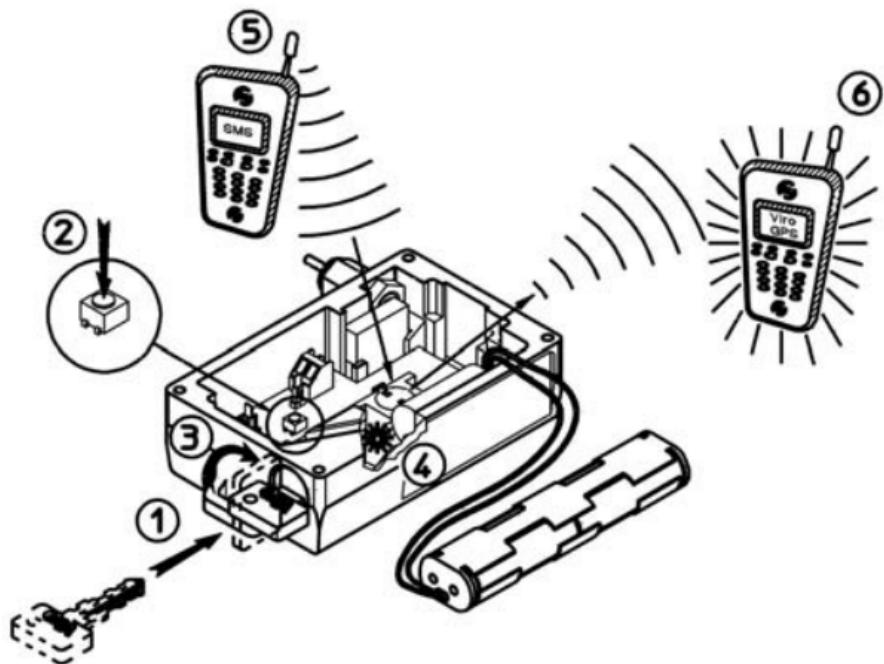

Fig. 7
- a) Inserire la chiave nel cilindro (vedi Fig. 7 a pag. 10).